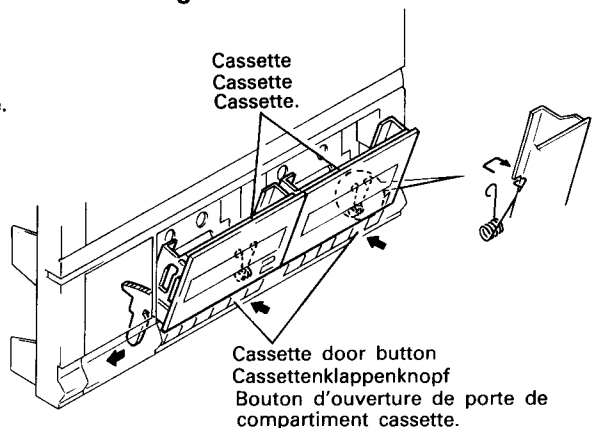

Fig. 16 Abb. 16
17. Cassettenklappe (Abb. 16)
17. Porte de compartiment cassette (Fig. 16)